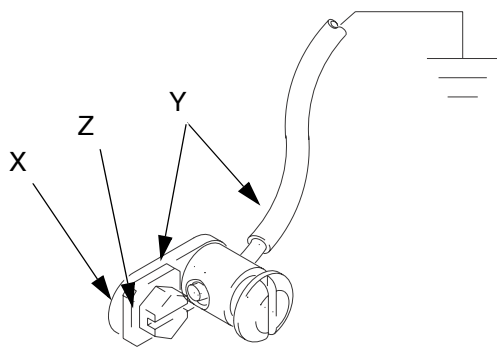

Рис. 6. Винт заземления
**Если у вас есть винт заземления, представленный на Рис. 6,** вам необходимо приобрести узел провода заземления, глухого полюсного наконечника и зажима (Y) 222011. Чтобы установить узел 222011, выкрутите винт (Z) заземления и вставьте его в проушину полюсного наконечника (X). Затем вкрутите винт заземления в пневматический двигатель, как показано на Рис. 6. Другой конец провода следует соединить с грунтовым заземлением.